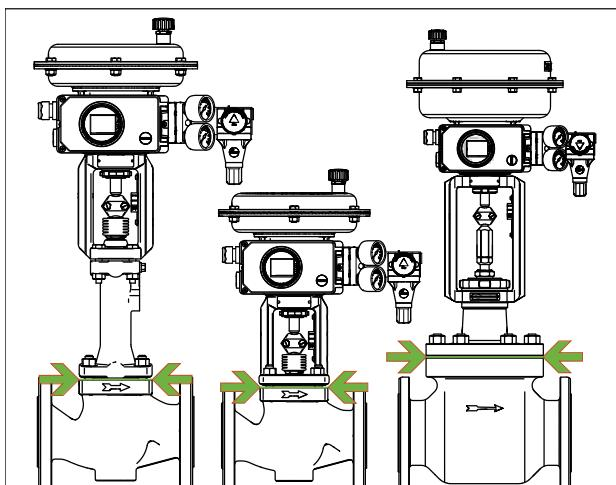

Bild 15: Grenze der Einisolierung von Stellventilen (Beispieldarstellung)
- ⇒ Stellventile nur bis zum Deckelflansch der Ventilgehäuse einisolieren, vgl. Bild 15. Dies gilt auch für Ausführungen mit Balg- oder Isolierteil bei Mediumstemperaturen unter 0 °C oder über 220 °C. Wird das Isolierteil mit einisoliert, verliert es seine Funktion!